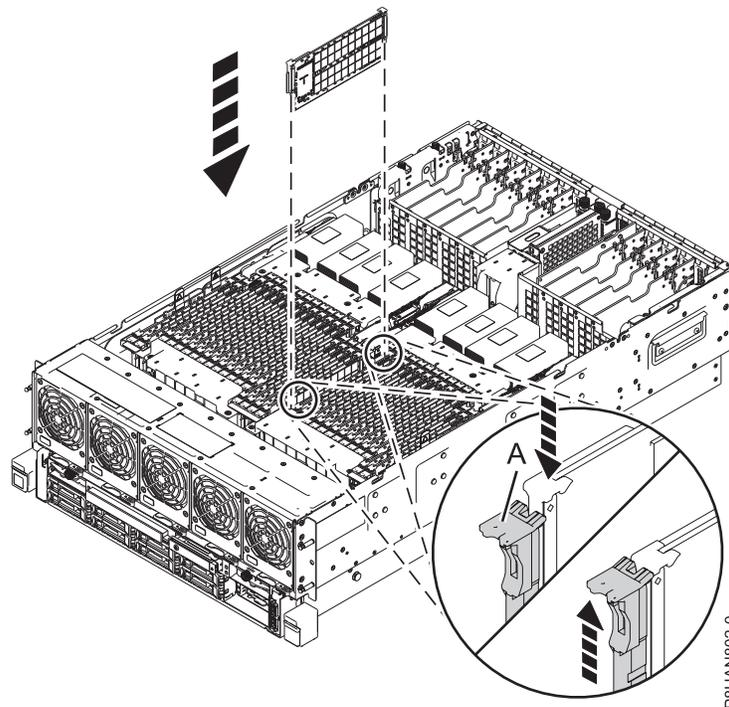

図 11. システムのメモリーの取り替え
- b. 固定タブ (A) が所定の場所に収まるまで、メモリーをスロットにしっかりと押し込みます。17 ページの図 11を参照してください。